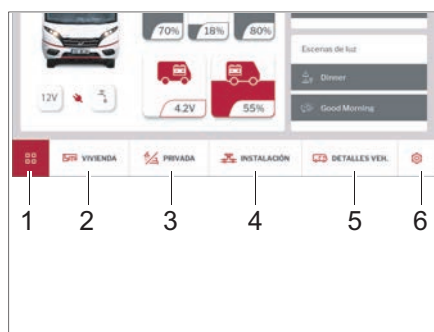

Fig. 255 Barra de menú de la pantalla EHG
A través de la barra de menú (Fig. 255) se accede a los submenús:
- Vivir y estar (Fig. 255,2)
- Privado (Fig. 255,3)
- Instalación (Fig. 255,4)
- Detalles del vehículo (Fig. 255,5)
- Ajustes (Fig. 255,6)